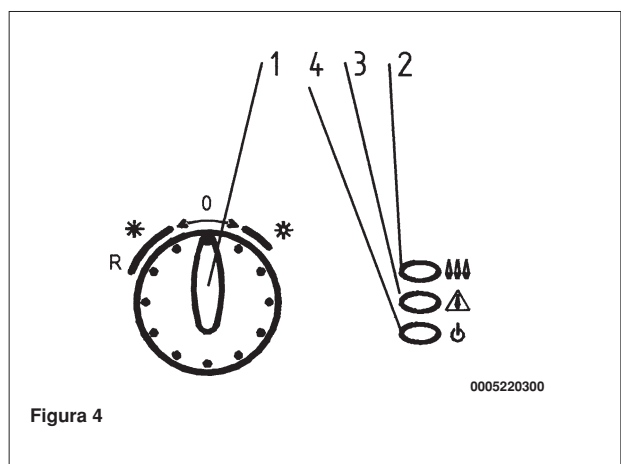

Figura 4
În acest caz se recomandă repetarea operațiunilor de aprindere, până ce gazul va ajunge de asemenea la arzător, poziționând pentru un interval scurt de timp butonul (1) în **R** (vezi figura 4).